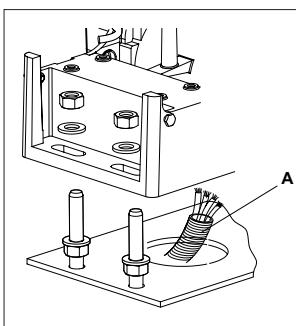

Abb. 9
- Den Antrieb mit den Unterlegscheiben und den Muttern aus dem Lieferumfang gemäß Abb. 9 auf die Platte anbringen.
Bei diesem Vorgang die Kabel durch den entsprechenden Schlitz im Körper des Getriebes des Antriebs durchziehen (Abb. 9 Bez. A).